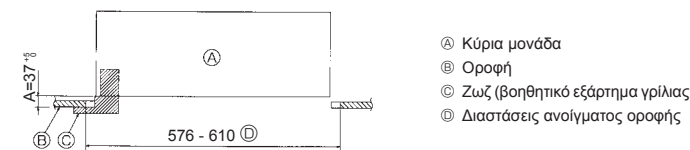

Fig. 4-6
3. Αν η κύρια μονάδα δεν μπορεί να ευθυγραμμιστεί με την οπή τοποθέτησης στην οροφή, μπορεί να ρυθμιστεί χάρη σε μια σχισμή που παρέχεται στην πλάκα τοποθέτησης. (Fig. 4-6)